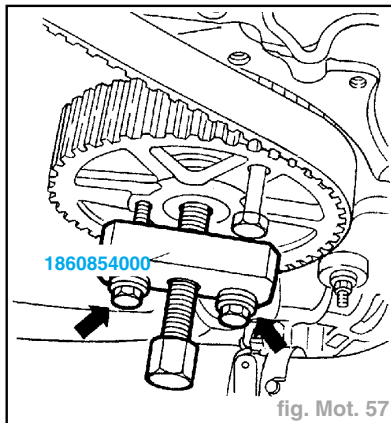

fig. Mot. 57
- Appliquer l'extracteur **1860854000** sur la poulie de la pompe d'injection en plaçant deux vis **M7** dans les trous indiqués par les flèches (fig. Mot. 57).